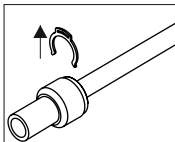

Bild 1
- 1) Nehmen sie den Sicherheitsclip von der Schnellverbindung (Bild 1)